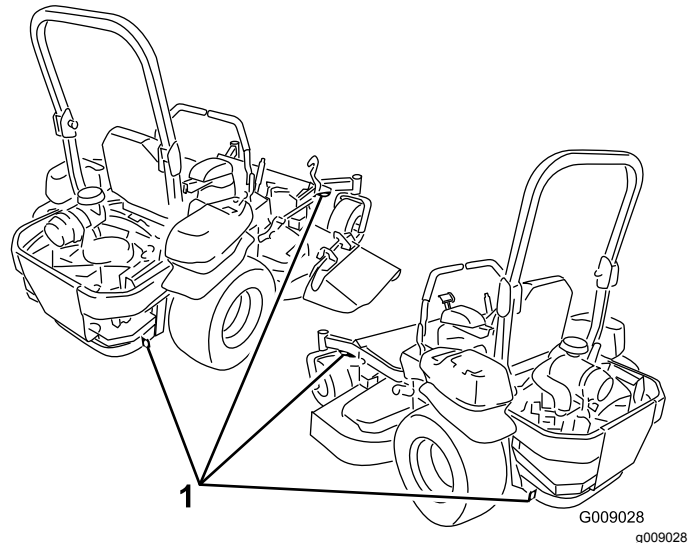

Bild 39
5. Verwenden Sie die Vergurtungsstellen, um die Maschine mit Riemen, Ketten, Kabeln oder Seilen am Anhänger oder Pritschenwagen zu befestigen (**Bild 39**).